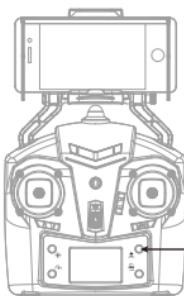

图11
注意：飞行器每次起飞前，请同时将左右控制杆内推，如图11所示，然后再推动左控制杆，让飞行器上升。或者按一下一键起飞按键。
2. 一键起飞：对频成功或启动电机后，点击按键（如图11），飞行器自动飞行并悬停在1.2米左右高度。
4. 一键降落：飞行过程中，点击按键（如图11），飞行器自动缓慢下降到地面至电机停止转动。（此功能进行时请勿推动左控制杆，否则功能失效）
5. 急停降落：在飞行器出现紧急情况下（如遇行人或障碍物等）长按按键（如图11）大于1秒，飞行器电机停止转动，直接降落地面。